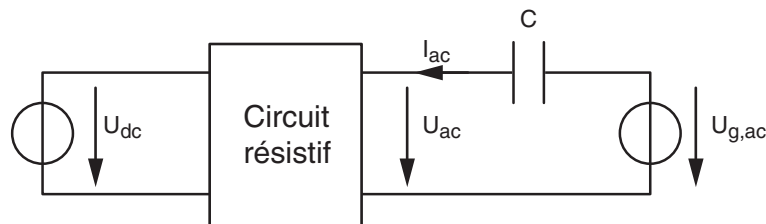

FIG. 2.1: Mesure dynamique d'une résistance de sortie
1. Redessinez le schéma de la figure 2.1 en précisant où vous placez les instruments de mesure ; justifiez votre choix.